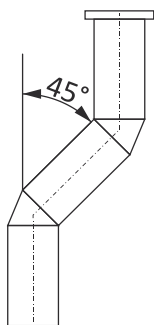

Figura 3
- La salida de humos ideal debe ser realizada en vertical y no cambiar de dirección en un ángulo superior a 45°, preferiblemente 30°, con respecto a su posición vertical, ver *figura 3*.